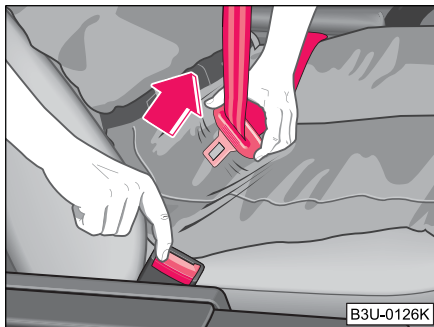

Fig. 96 Enlever le pêne du boîtier de verrouillage
- Appuyez sur la touche rouge incorporée au boîtier de verrouillage ⇒ **fig. 96**. Le pêne saute hors du boîtier sous la pression d'un ressort.